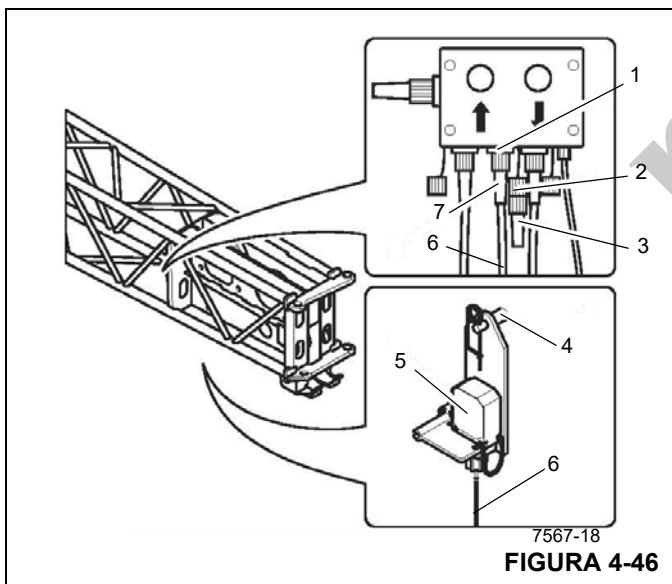

FIGURA 4-46
1. Instale o conjunto da chave A2B (5) (Figura 4-46) no pino (4) e prenda com um grampo de retenção.
2. Remova o plugue de interconexão (3) do terminal (1) e o conecte ao terminal de armazenamento (2), conforme exibido.
3. Direcione o cabo (6) para que ele não seja danificado durante a operação do guindaste e ajuste o conector A2B (7) no terminal (1).